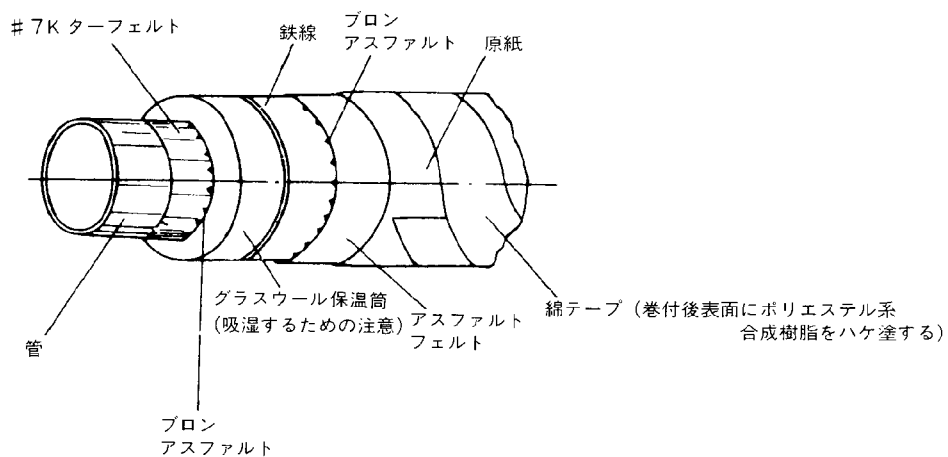

図2-15 グラスウールによる断熱施行例
- 1) グラスウールを使用する場合は、結露を防止するためアスファルト紙などで防露工事を行う。施行例を図2-15に示す。